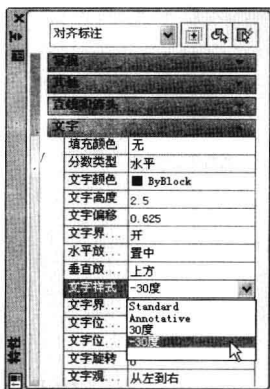

图 7-4-23
(22) 双击底边标注尺寸为 36 的标注对象，打开特性对话框，在文字栏中，“文字样式”选择“-30度”，如图 7-4-23 所示。按 Esc 键，修改了数值的倾斜角度。